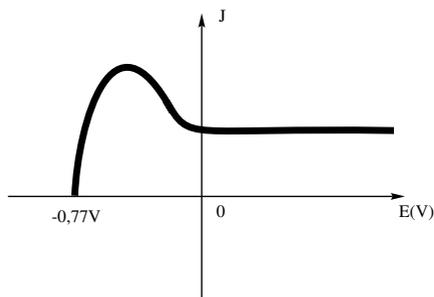

Figure 3
2. Le comportement anodique du titane en présence d'ions fluorure en milieu désaéré est donné sur la figure 3. L'expérience montre que la hauteur du palier de courant dans la zone de potentiel supérieur à  $0$  V est proportionnelle à la concentration en ion fluorure. À quel phénomène peut-on l'attribuer ?